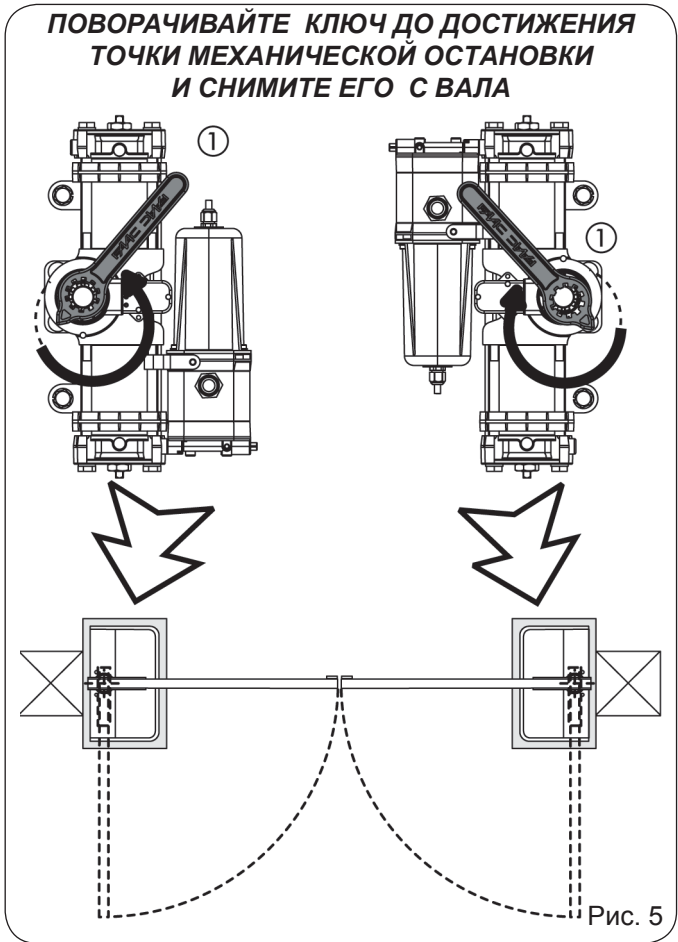

Рис. 5
- 5) Поворачивайте выходной вал привода с помощью прилагаемого ключа (рис. 5, позиция 1) **в направлении закрывания ворот** до внутренней точки остановки поршня, как показано на рис. 5, и снимите ключ.